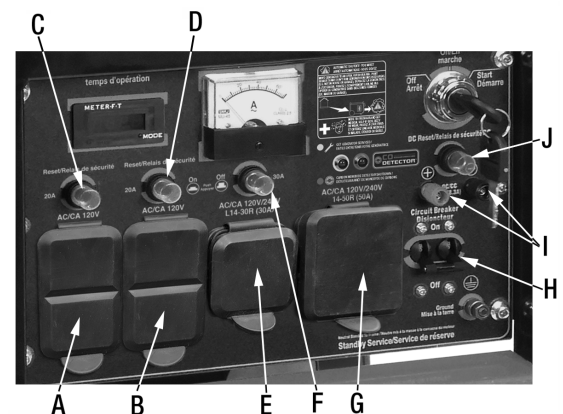

Figure 11
Pour usage normale sur 120V, branchez votre appareil dans une des sorties (A et B) Fig.11. Chaque sortie comprend un relais de sécurité (C et D), qui se trouve au-dessus de la sortie.
La sortie "Twist Lock" (E) Fig.11 est une NEMA L14-30 qui nécessite une prise NEMA L14-30 (non incluse) pour faire la connexion. Si vous n'êtes pas certain de l'opération ou le branchement à cette prise "twist lock", contactez un électricien qualifié. Cette sortie comprend un relais de sécurité (F), qui se trouve au-dessus de la sortie.
Cette sortie 120V/240V (G) Fig.11 est un réceptacle NEMA 14-50R et nécessite une prise NEMA 14-50P (50A) pour effectuer la connexion. Peut être utilisé pour fournir de l'électricité pour le fonctionnement de charges électriques monophasées de 60 Hz de 120V et/ou 240V CA, telles que les soudeuses et les sècheuses. Si vous n'êtes pas sûr de l'utilisation de cette sortie ou de ce qui peut être branché, contactez un électricien qualifié pour plus d'informations.